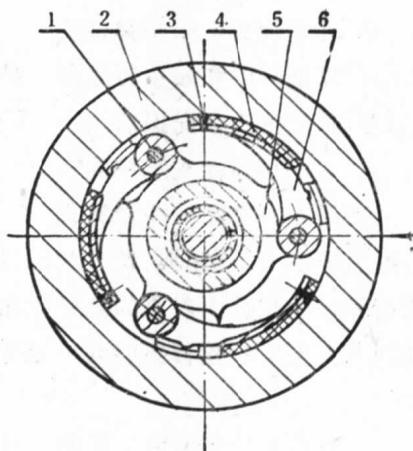

图 1-6
1. 弹性联轴节 弹性联轴节(图1-6)由半联轴节销子1、胶圈2、传动销子3、联轴节盘4构成。半联轴节销子安装在从动皮带轮上(图1-5)、使整轴节结构简化，体积缩小。联轴节盘则由六枚螺钉5与离合器转子11相联接。采用这种联轴节的目的是用于补偿两轴(三角带轮轴和横轴)的偏斜和位移以及缓和冲击和吸收振动。
动机后，三角带轮的转速逐渐升高，通过联轴节带动离合器的转子旋转，这时摩擦块借助离心力的作用被甩离转子中心而紧压在摩擦鼓的内壁上（图 1-6）。当主动轴的转速（即转子的转速）达到一定值时，摩擦片与摩擦鼓内壁之间的摩擦力足以克服从动轴的工作阻力从而带动从动轴旋转。采用这种离合器可以减少电动机的启动转矩，并且，当分离机的负荷过大时，可以保护电机。
3. 摩擦块 摩擦块（图1-6）由摩擦瓦6、摩擦片4、螺钉3构成。摩擦片由三枚螺钉固定在摩擦瓦上，当摩擦片磨损时，只要拧出螺钉便可更换摩擦片。摩擦片是用铜丝石棉和橡胶压合成的材料制成的，它具有良好的耐磨性和较大的摩擦系数（约为0.35—0.46）。